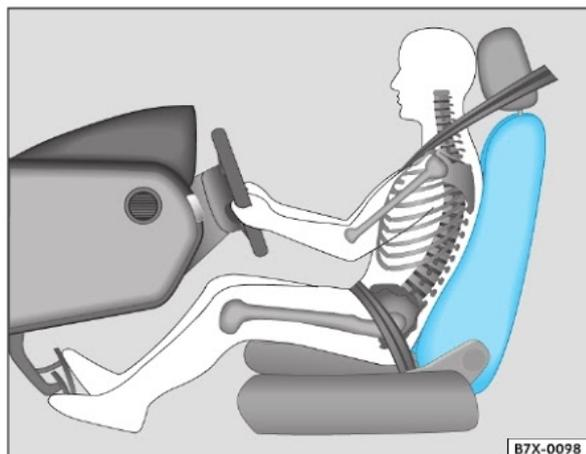

Fig. 56 Detalhe: posição correta do condutor
– Ajuste corretamente o banco do condutor ⇒ Página 56 e o regule de forma que as costas do condutor fiquem totalmente apoiadas no encosto do banco ⇒ fig. 56 ⇒ ⚠.